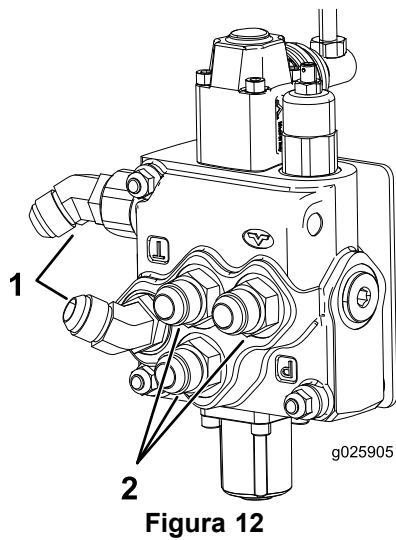

Figura 12
- Conecte los acoplamientos a la válvula según se muestra en Figura 12 y apriete a 104–127 Nm (77–94 pies-libra).